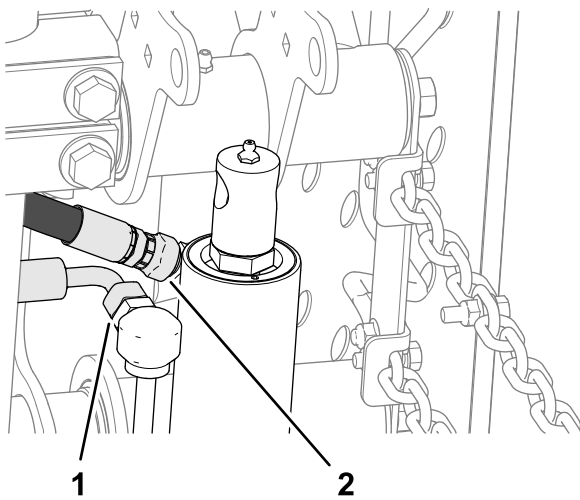

Bild 12
2. Lösen Sie am Hubzylinder das gerade Schwenk-Anschlussstück des Rücklaufschauchs und das 90° Schwenk-Anschlussstück des Hubschlauchs (Bild 12).